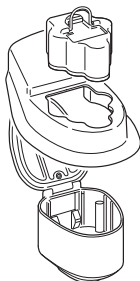

Figura 3 – Instalar a bateria
5. Enquanto alinha o perfil da estrutura da bateria com o escudo protector de transferência e a abertura da câmara, coloque a bateria não-estéril dentro da câmara (Figura 3).